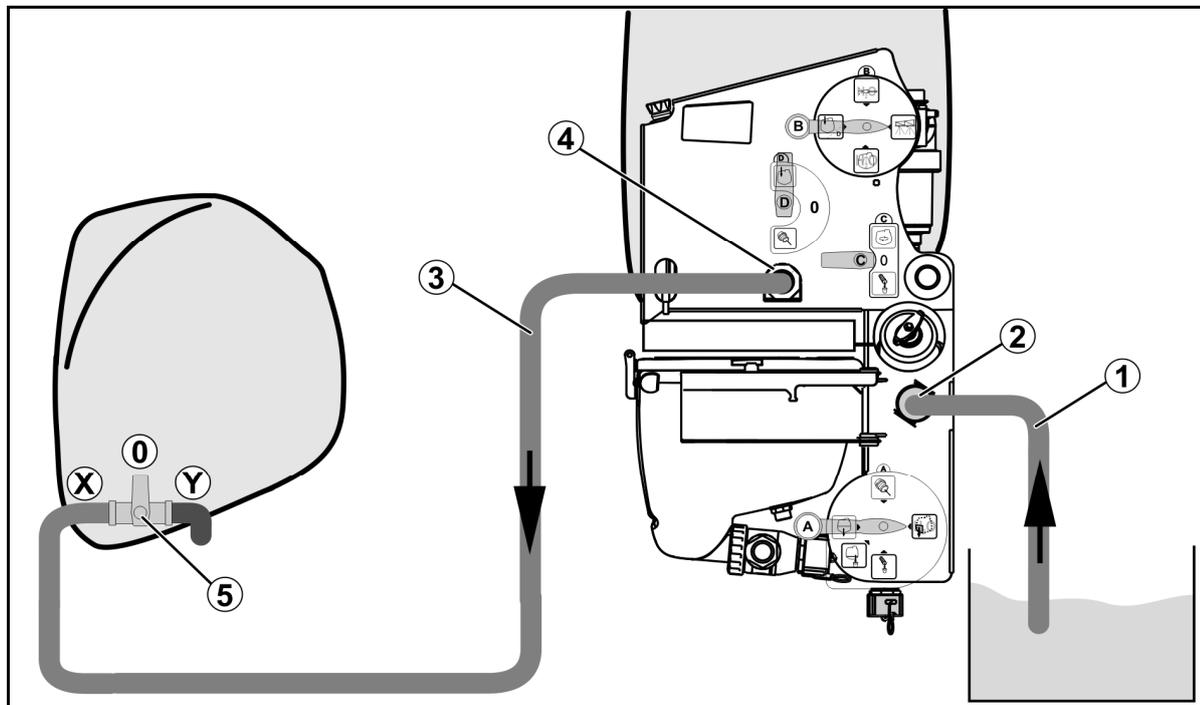

Fig. 12
1. Acople a mangueira de aspiração (Fig. 12/1) com a ligação de enchimento (Fig. 12/2).
3. Acople a mangueira de ligação do tanque frontal (Fig. 12/3) com a ligação esvaziamento rápido (Fig. 12/4).
4. Torneira de comando no tanque frontal (Fig. 12/5) em posição **X**.